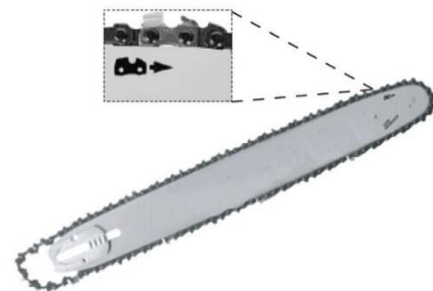

Rys. 2
- Poluzuj śrubę mocującą osłonę koła zębatego (rys. 2).
- Poluzuj śrubę mocującą osłony koła łańcuchowego o kilka obrotów (rys. 2).